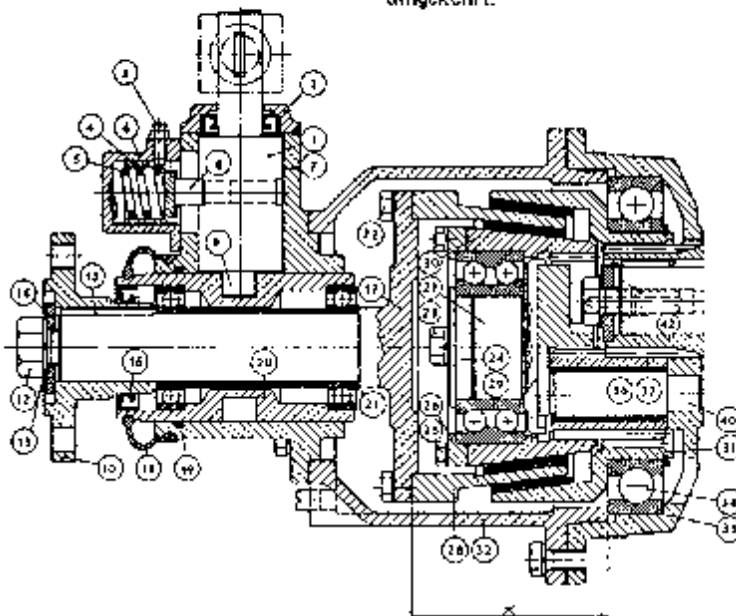

Abb. 57 Untersetzungs-Wendegetriebe Typ RB, Übersetzung 1,87:1
1. Schraube (12, Abb. 57) lösen und den Kupplungsflansch (10) abziehen. Balg (18) abheben. Den Keil (15) braucht nicht gelöst zu werden.
2. Sperrgehäuse (6), Feder (5), Hülse (4) und Sparrbolzen (8) ausbauen.
3. Wendegetriebehebel von der Schaltwelle (1) ausbauen. Auf den Keil achten. Danach den Deckel (2) ausbauen. Schaltwelle (1) und Bolzen (9) herausziehen. [Die Lage des Bolzens beachten, dieser hat gekennzeichnete Seiten. Siehe weiter unter „Zusammenbau“].
4. Die Halteschrauben zwischen Wendegetriebedeckel (32) und Gehäuse (33) lösen. Gehäuse mit einem Gummihammer abklopfen.
5. Schrauben (22) lösen und die Welle (17) mit der Hülse (20) ausbauen.
6. Schrauben (23) und Scheibe (24) ausbauen. Eine der Schrauben (23) in die Zentrumböhrung auf dem Lagerträger (27) schrauben und das Zahnrad (30) abziehen. Wenn das Kugellager (29) aus dem Zahnrad ausgebaut werden soll, sind die Schrauben (25) und der Ring (26) zu lösen, wonach das Kugellager herausgepreßt wird.
7. Kegelstück (28) herausheben.
8. Zahnrad (31) und Lager (34) aus dem Gehäuse (33) herausnehmen. Der Ausbau wird erleichtert, indem man mit einem in die beiden Löcher im Gehäuse (33) gesetzten Dorn auf die Lagerbahn klopft.
9. Welle (40) mit Zahnrad (37) und Lager (36) herausdrücken.
Das Kegelstück (28) in das Zahnrad (31) legen und das Maß X, siehe Abb. 57, messen. Der Wert, mit dem das Maß X 85 mm unterschreitet, bestimmt, wie viel die Dicke der Ausgleichscheibe (21) erhöht werden soll. Z.B.: Beträgt das Maß 83 mm, wird eine Scheibe von 2 mm Dicke eingebaut. Ist der Verschleiß so groß, daß das Maß X kleiner wird als 81 mm, müssen die verschlissenen Teile ausgewechselt werden. Die Verschleißbeläge im Zahnrad und im Kegelstück sind nicht auswechselbar.